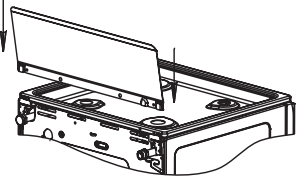

рис. 1
■ Плита, комплектуется щитком, который закрепляется перед установкой плиты (рис.1).